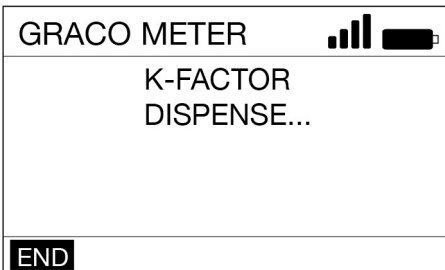

FIG. 19
6. Utiliser les flèches HAUT et BAS du pavé de navigation pour sélectionner ACTIVER, puis appuyer sur la touche ENTRÉE du pavé de navigation pour commencer l'étalonnage de la vanne de distribution dosée (FIG. 19).